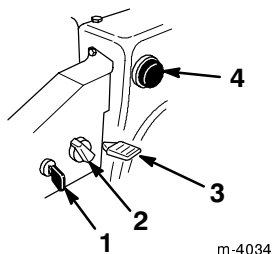

Figure 14
- **Clé de contact** (Fig. 14)—Insérez la clé dans le commutateur d'allumage avant de mettre le moteur en marche. Pour couper le moteur, retirez la clé de contact.
- **Starter** (Fig. 14)—Pour mettre en marche un moteur froid, tournez la commande de starter en position Maxi (Full). A mesure que le moteur se réchauffe, tournez progressivement le starter à la position *Off* (hors service).
- **Commande des gaz** (Fig. 14)—Déplacez la manette vers le haut pour augmenter le régime du moteur, ou vers le bas pour le réduire.
- **Amorceur** (Fig. 14)—Appuyez sur l'amorceur pour envoyer une petite quantité d'essence dans le moteur afin de faciliter le démarrage par temps froid.
2. Retirez la clé de contact du commutateur d'allumage (Fig. 14).
3. Enlevez le bouton de starter (Fig. 14).
1. Mettez le levier de changement de vitesse en position *N* (point mort) et le démarreur en position *Fast* (régime rapide) (Fig. 14).
4. Tournez le starter en position *On* (en service) (Fig. 14).
5. Insérez la clé de contact (Fig. 14).
6. Couvrez l'orifice central de l'amorceur (Fig. 14) avec le pouce et appuyez lentement sur l'amorceur à trois reprises, en marquant une pause à chaque fois.
8. Dès que le moteur a démarré, tournez le starter (Fig. 14) à la position 3/4. A mesure que le moteur se réchauffe, tournez le starter à la position 1/2. Quand le moteur est suffisamment chaud, tournez le starter à la position "Off" (hors service).